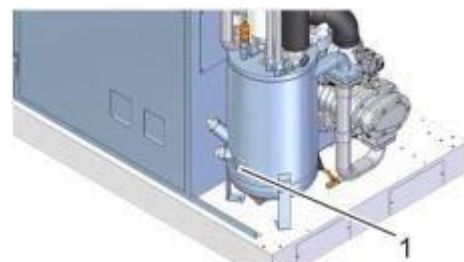

Рис. 34: Пробка наливного отверстия
5. ➔ Ослабьте пробку наливного отверстия (Рис. 34 поз.1), осторожно откройте, не потеряв уплотнительное кольцо.